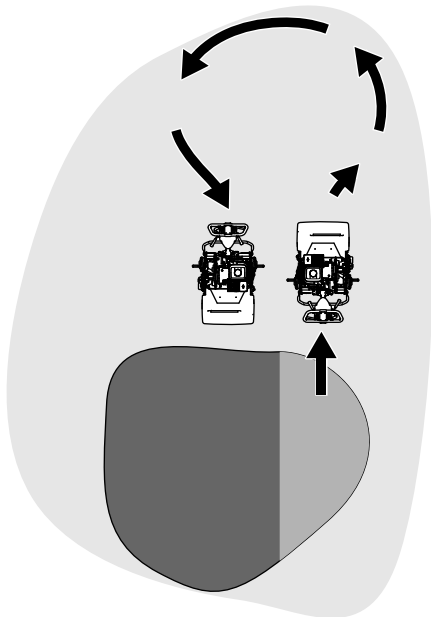

Figure 23
- Faites demi-tour en dehors du green en soulevant le cylindre de coupe (appuyez sur le guidon) et exécutez un demi-tour en « goutte d'eau » sur le tambour de déplacement (Figure 23).
1. Localisez le levier d'engagement sur le boîtier d'engrenages de la transmission (Figure 23).